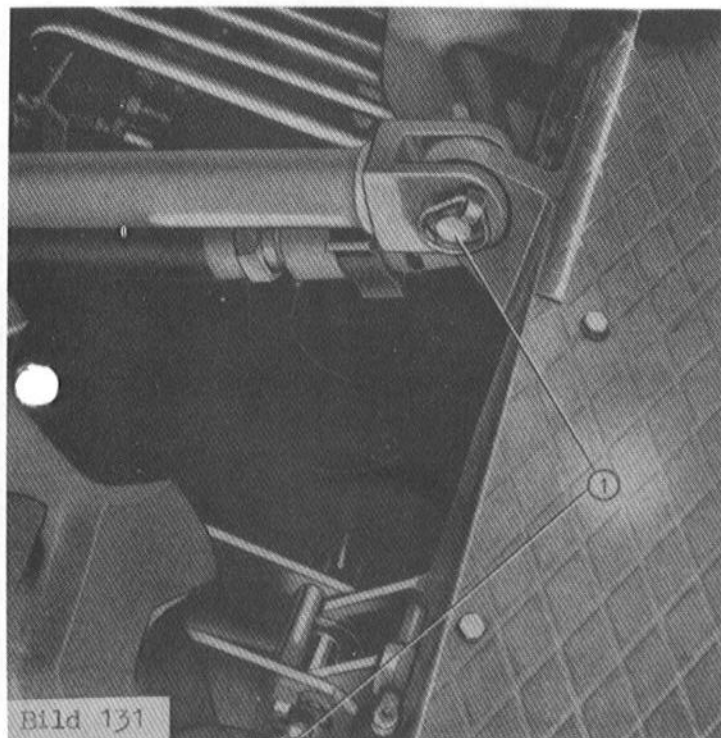

Bild 131
5. Bolzen 1 (Bild 131) an den Baggertragarmen und den Verbindungsstreben rechts und links entfernen.
15. Bagger an den Tragarmen und den Verbindungsstreben (Bild 131) mit Steckbolzen und Vorsteckern befestigen.